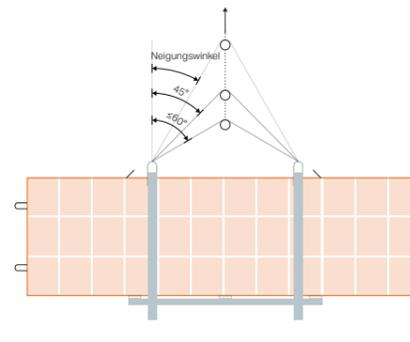

Abb. 5: Maximalen Neigungswinkel des Anschlagmittels von  $60^\circ$  beachten.
- **Maximalen Neigungswinkel (Spreizwinkel) des Anschlagmittels von  $60^\circ$  beachten** (Abb. 5). Achtung: Genügend lange Ketten verwenden!